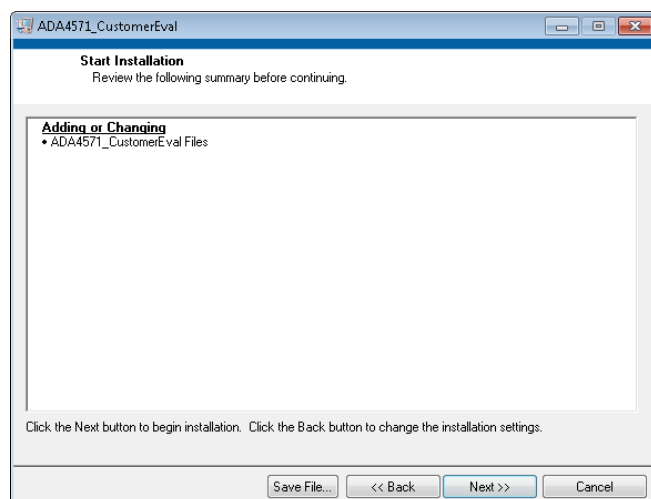

图3. 检查安装
3. 出现**开始安装**窗口后，单击**下一步**，继续安装(参见图3)。